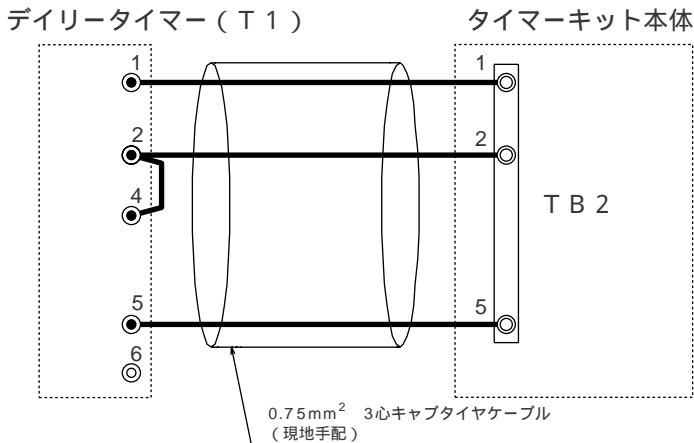

図7 配線接続図
- (1) デイリータイマー（T1）～タイマーキット本体 間の配線は現地手配となります。0.75mm²×3心キャブタイヤケーブル（VCT）を使用してください。
- (2) 図7の様にデイリータイマー（T1）の1, 2, 5番端子と、タイマーキット本体 のTB2の1, 2, 5番端子間を接続してください。また手順2-3で取外した配線（白色）にて、デイリータイマーの2番端子～4番端子間を接続してください。